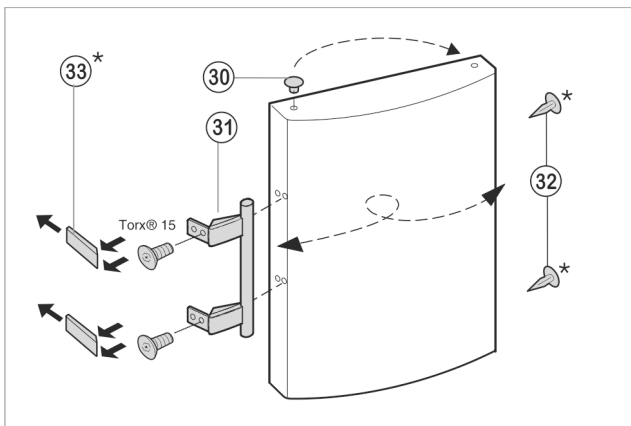

Fig. 8
- ▶ Stopfen Fig. 8 (30) aus der Türlagerbuchse herausheben und umsetzen.
- ▶ Türgriff Fig. 8 (31), Stopfen Fig. 8 (30) und Druckplatten Fig. 8 (33) abmontieren und auf die Gegenseite umsetzen.